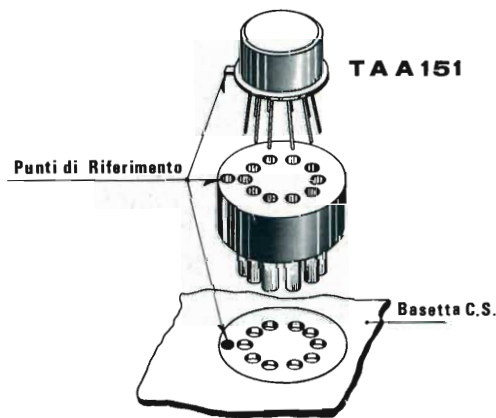

Fig. 3 - Montaggio del circuito integrato nel relativo zoccolo.
- Montare lo zoccolo per il circuito integrato nella giusta posizione di riferimento come si nota dallo schizzo di fig. 3.